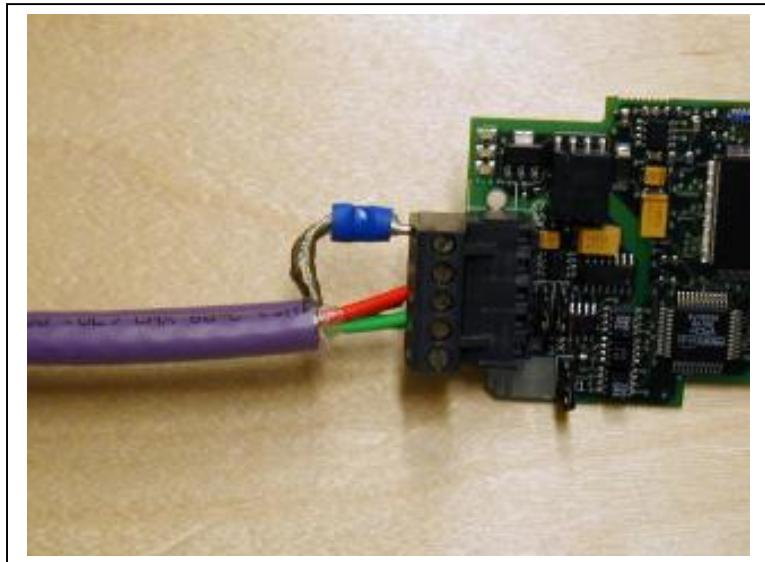

Figura 4-6.
3. Insira os cabos de dados vermelho e verde **dos dois cabos Profibus** nos terminais 3 (vermelho) e 4 (verde). Consulte *Figura 4-6*